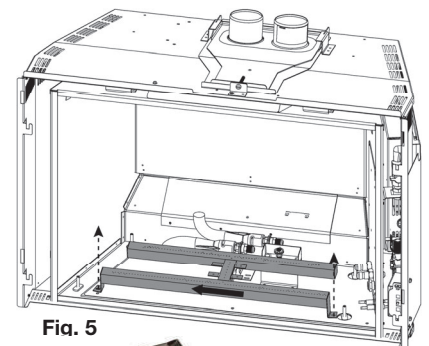

Fig. 5
- 6. Retirez les 2 vis servant à fixer le brûleur avant en place. Glissez le brûleur avant vers la gauche puis sortez (**Fig. 5**).